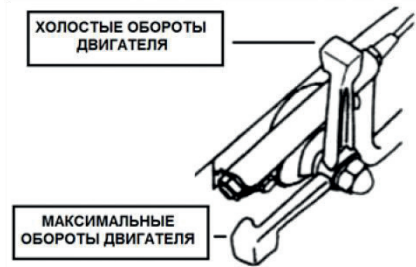

Рис. 10. Рычаг газа
- Переведите рычаг газа на 1/3 хода в сторону положения максимальных оборотов двигателя (Рис. 10).